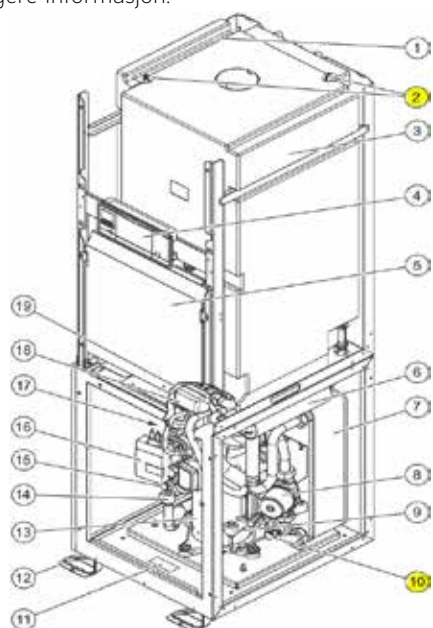
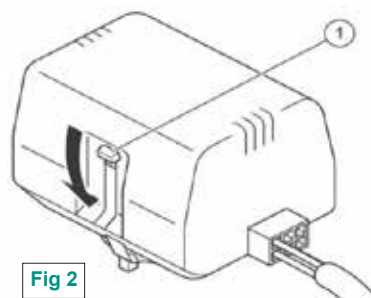
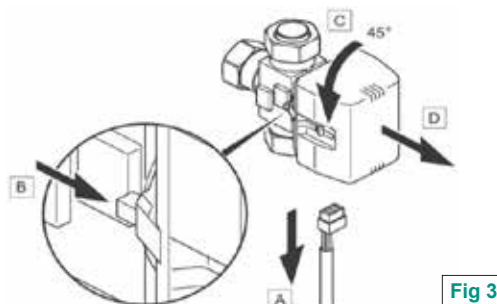

Fig 1
Fig 2
Fig 3
A) Monter en vannfylt slange med trykkvann på kuleventil (3/4") i maskinrommet. Denne er under sirk. pumpe for varmeanlegget på høyre side, se **fig 1**, pkt 10.
B) Vekselventil settes i midtstilling. Trykk den hvite omkoblingspaken nedover. Både varme og varmtvann er nå åpne, se **fig 2**, pkt 1.
C) Åpne de 2 lufteniplene på toppen av varmepumpen for å lufte, se **fig 1**, pkt 2. Monter slange for å føre vann til sluk/bøtte.
3 leder til utføler (fig 1) som kobles til kantkontakt på kretskort (fig 2 & merket gult på fig 3).
Koble W føler (SP) merket 1 & 2 på fig 3. Husk å fjerne 3-polede pinnesokkel før montering av VRC 700 i varmepumpe eller veggboкс **Fig 1** = Utføler **Fig 2** = Kantkontakt **Fig 3** = Kretskort i VP